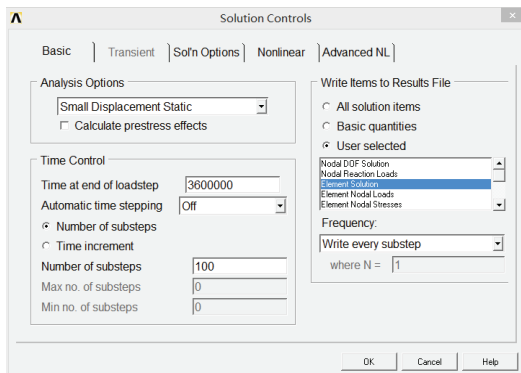
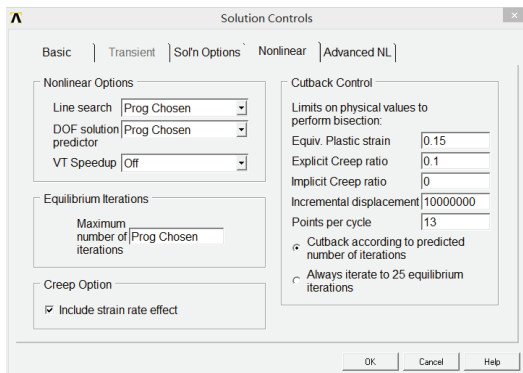

图 5-106 求解基本选项设置对话框
图 5-107 求解非线性选项设置对话框
2) 选择 Main Menu | Solution | Analysis Type | Sol'n Controls 命令, 出现 Solution Controls 对话框, 单击 Basic 选项卡, 参照图 5-106 对其进行设置, 单击 Nonlinear 选项卡, 参照图 5-107 对其进行设置, 单击 OK 按钮关闭该对话框。